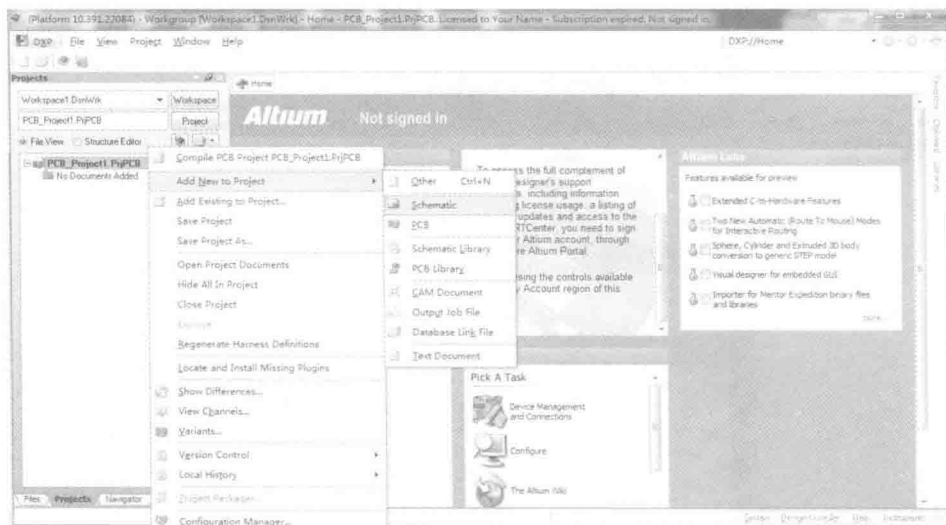

图 1-16 新建电路原理图文件方法 2
(2)方法 2:在已建立好的工程文件上单击右键选择“Add New to Project”菜单,选择“Schematic”命令,在当前工程文件中添加一个新的原理图文件,如图 1-16 所示。